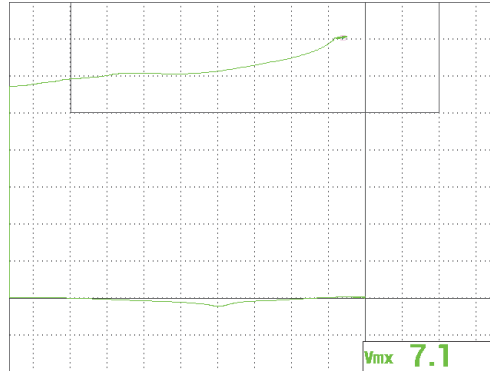

Figura 5-27 Sinal no modo tela cheia
8. Pressione a tecla FREEZE (❄️) para descongelar a aquisição e, em seguida, pressione a tecla FULL NEXT (➡️) para alternar para o modo de tela cheia (veja Figura 5-27 na página 148).